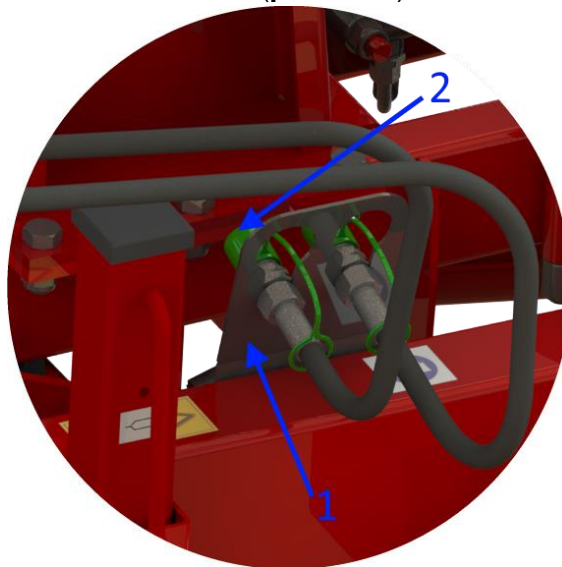

Рисунок 5. Место хранения гидравлических шлангов:
- Отсоедините силовую гидравлику и закрепите гидравлические шланги в держателях на раме обмотчика (рис. 5 - 1).